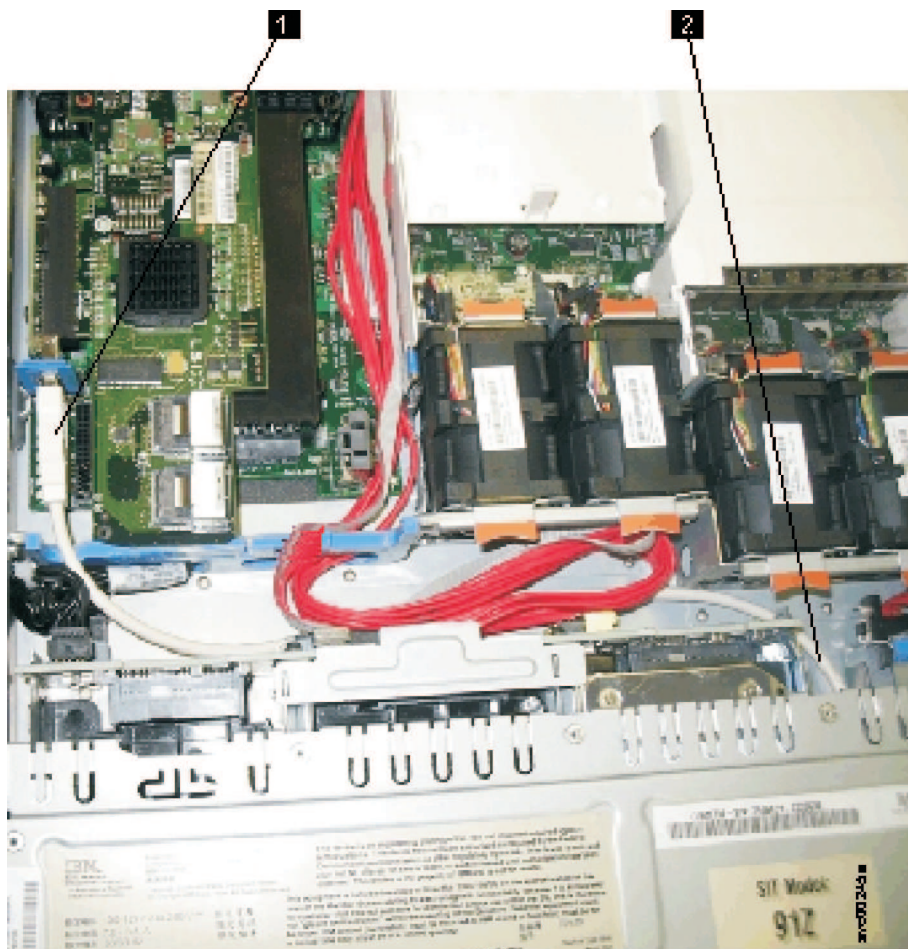

Figura 101. Cabo do controlador de serviço USB conectado ao controlador de disco e à placa riser USB (SAN Volume Controller 2145-CF8 mostrado)
- b. Localize o conector USB (**1** na Figura 101 na página 130) no lado esquerdo do SAN Volume Controller 2145-CG8 ou 2145-CF8.
- a. Para reinstalar o cabo, *com cuidado* passe o cabo USB pelo compartimento de disco 5, passando o maior conector do cabo ao conector USB (**1** na Figura 101 na página 130) na placa riser USB. Roteie o cabo vermelho sob quaisquer cabos SAS que estejam conectados ao painel traseiro da unidade de disco.